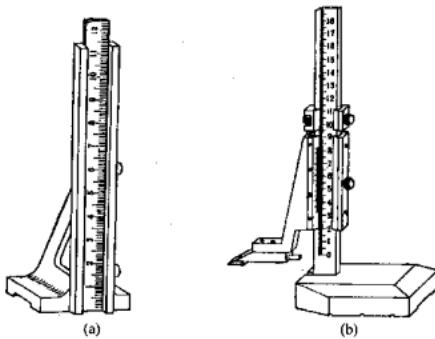

图 1-2-8 高度尺
(5) 高度尺 (见图 1-2-8a、1-2-8b) 图 1-2-8 (a) 为普通高度尺，由钢直尺和底座组成，用以给划线盘量取高度尺寸。图 1-2-8 (b) 为高度游标尺，它附有划针脚，能直接表示出高度尺寸，其读数精度一般为 0.02 mm，可作为精密划线工具。